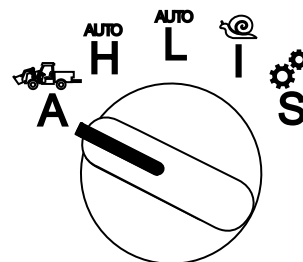

Figura 24
33. Rode o botão do seletor do modo para a posição ACESSÓRIO (Figura 24).